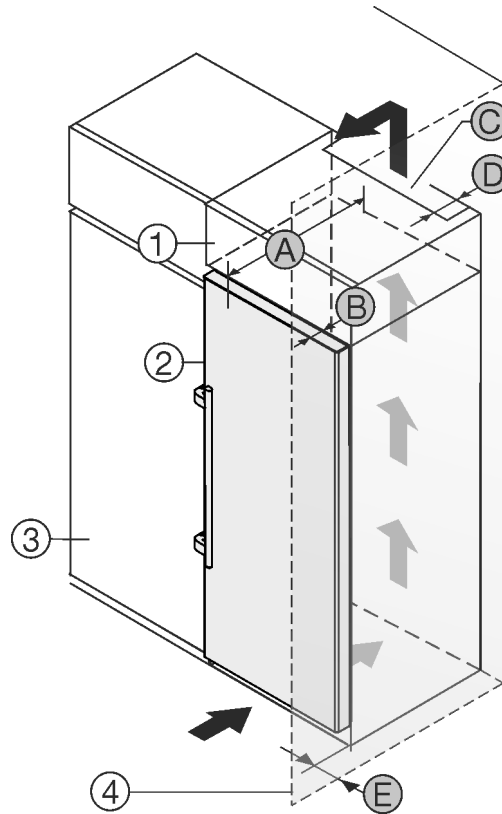

Fig. 1
Můžete přístroj nainstalovat přímo vedle kuchyňské skříňky Fig. 1 (3).
Na zadní straně nastavné skříňky musí být větrací šachta hluboká Fig. 1 (D) přes celou šířku nastavné skříňky.
Pod stropem místnosti musí být dodržen větrací průřez Fig. 1 (C).
Když přístroj instalujete závěsy vedle stěny Fig. 1 (4), musí být vzdálenost mezi přístrojem a stěnou minimálně 57 mm. To odpovídá přesahu madla při otevřených dvířkách.
Aby bylo možné dvířka plně otevřít, musí přístroj přesahovat o hloubku dvířek Fig. 1 (B) vůči přední linii kuchyňské skříňky. V závislosti na hloubce kuchyňských skříňek Fig. 1 (3) a použití vymezovačů odstup od stěny může přístroj vyčnívat dále.